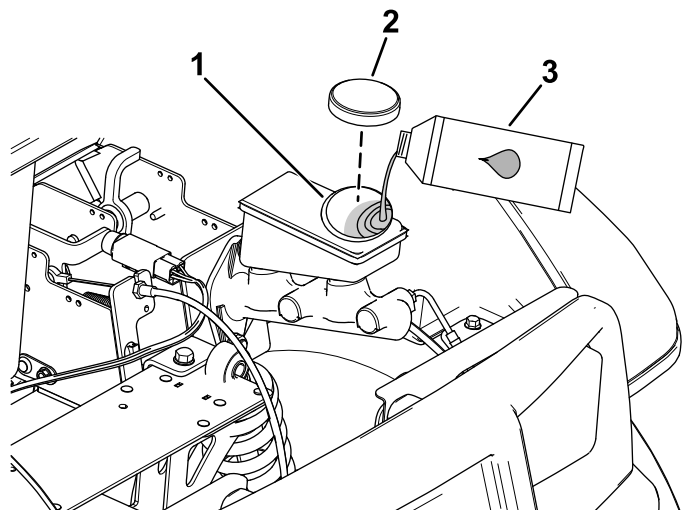

图 50
2. 抬起机罩可接触到主刹车油缸和油箱 图 50。
- A. 清洁油箱盖附近的区域并取下油箱盖 图 50。
- C. 安装油箱盖 图 50。